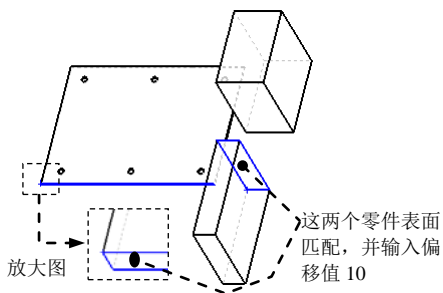

图 17.2.22 元件装配的第一约束
(1) 选择命令。选择下拉菜单 **插入(I)** → **配合(M)...** 命令（或“装配体”工具栏中单击  按钮），系统弹出“配合”对话框。
(2) 创建“距离 4”配合。选取图 17.2.22 所示的两个面为要配合的实体，单击  按钮，并在其后的文本框中输入数值 10，取消选中 ☐ **反转尺寸(E)** 复选框；单击 **配合对齐:** 选项中的“反向对齐”按钮 ，单击“距离 4”对话框中的  按钮。